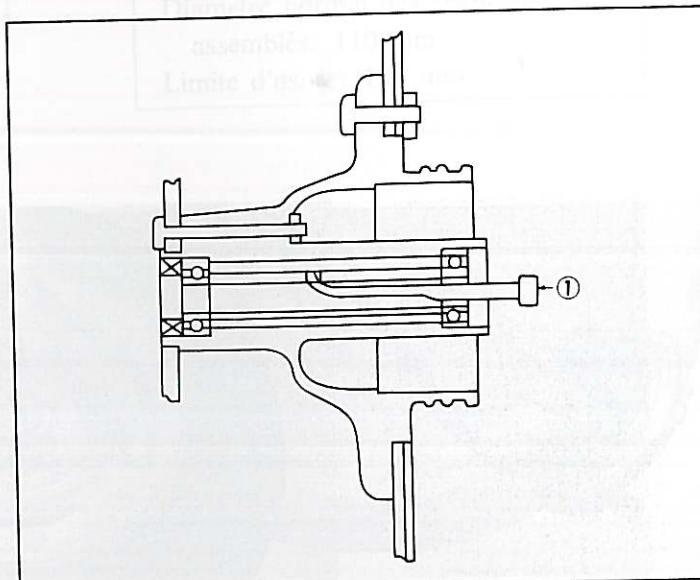

Fig. 5-1-9
2. Drive the bearing out by pushing the spacer aside (the spacer "floats" between the bearings) and tapping around the perimeter of the bearing inner race with a soft metal drift pin and hammer. Either or both bearings can be removed in this manner. (Fig. 5-1-9)
2. Pousser l'entretoise des roulements d'un côté (l'entretoise "flotte" entre les roulements) et chasser le roulement à l'extérieur en tapant sur le pourtour de sa bague intérieure avec une broche en métal doux et un marteau. Cette méthode permet d'enlever un ou les deux roulements. (Fig. 5-1-9)
2. Die Distanzbuchse zur Seite drücken (die Buchse ist frei zwischen den Lagern angeordnet) und mit einem weichen Metalldorn mittels Hammerschlägen das Lager austreiben; Dorn am inneren Laufring aufsetzen. Beide Lager können auf die gleiche Weise ausgebaut werden. (Fig. 5-1-9)